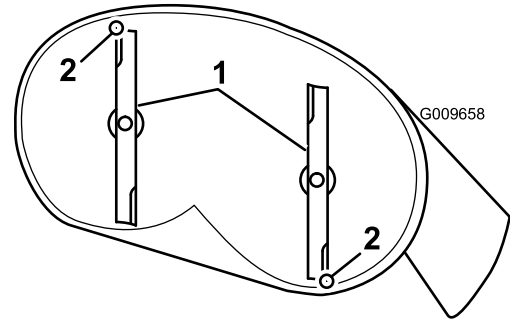

Figure 61
4. Faites pivoter les lames avec précaution pour faire passer les pointes avant à l'arrière (Figure 61 et Figure 62).
5. Mesurez la distance entre la pointe de la lame avant et la pointe de la lame arrière par rapport à la surface plane (Figure 61 et Figure 62).
9. Une fois le réglage effectué, vérifiez à nouveau l'inclinaison avant/arrière de la lame; continuez d'ajuster l'écrou jusqu'à ce que la pointe avant de la lame soit de 1,6 à 8 mm (1/16 à 5/16 po) plus bas que la pointe arrière (Figure 61 et Figure 62).